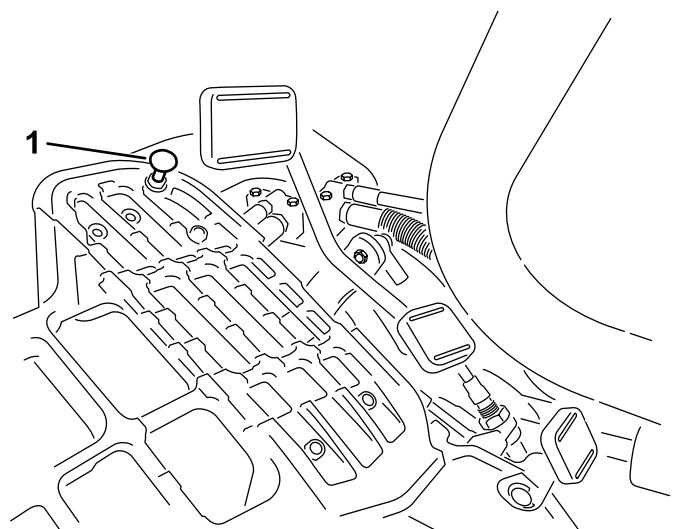

Figure 44
Pour obtenir la vitesse de transport maximale, placez le sélecteur de fonction en position de TRANSPORT et appuyez sur la pédale de déplacement. Si la pédale touche la butée (Figure 44) avant que la tension soit ressentie sur le câble, procédez comme suit :
1. Placez le sélecteur de fonction à la position de TRANSPORT et desserrez le contre-écrou de fixation de la butée de pédale au plancher (Figure 44).